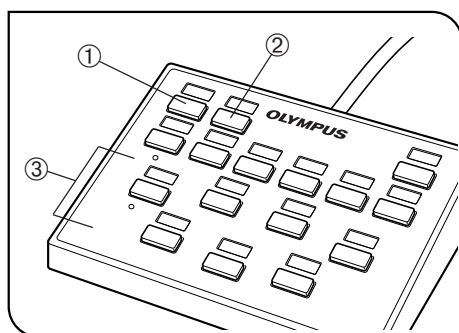

Fig. 4
1 Selección de la trayectoria de luz de observación (Fig. 4)
2 Centrado del diafragma de campo (FS) (Figs. 4 & 5)
3 Centrado del diafragma de apertura (AS) (Figs. 4 a 6)
1. Pulse el botón BF ① del interruptor manual, para seleccionar la trayectoria de luz de campo claro con luz reflejada.
2. Pulse el botón del objetivo ③ (Fig. 4) del interruptor manual, para interponer el objetivo de 10X en la trayectoria de la luz, coloque la muestra sobre el soporte para la muestra y enfóquela de forma aproximada.
3. Extraiga un ocular, mire por la funda del ocular y pulse el botón AS- ⑧ del interruptor manual para cerrar el diafragma de apertura hasta una apertura aproximada del 70%.